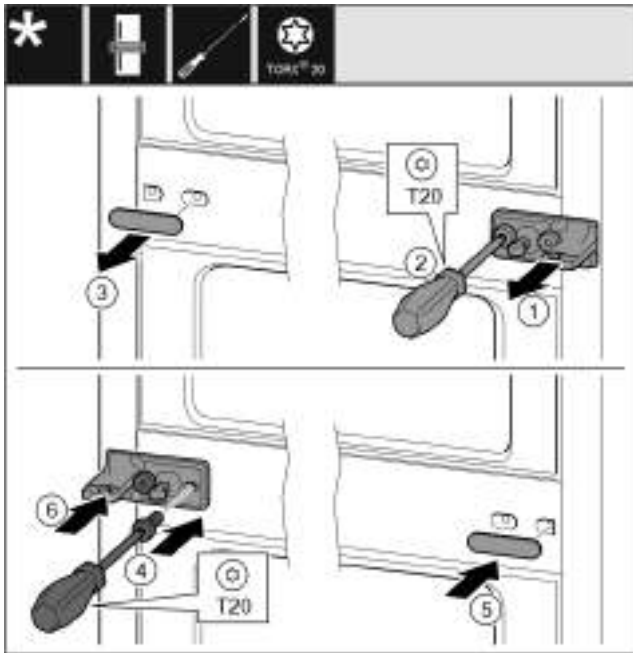

Fig. 12
- Снимите шайбу Fig. 12 (1).
- Выкрутите винты Fig. 12 (2) отверткой.
- Осторожно снимите крышку Fig. 12 (3).
- Плотно прикрутите опорный кронштейн с подкладкой Fig. 12 (4) с другой стороны, повернув его на 180°.
- Установите крышку Fig. 12 (5) с другой стороны, повернув ее на 180°.
- Спереди установите шайбу Fig. 12 (6).